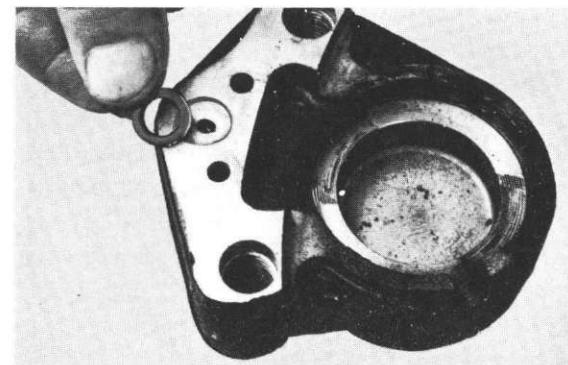

Fig. 5-3-17
- 6) Remove the caliper seal. (Fig. 5-3-17)
- 6) Enlever le joint de mâchoires. (Fig. 5-3-17)
- 6) Zangendichtungen entfernen. (Abb. 5-3-17)